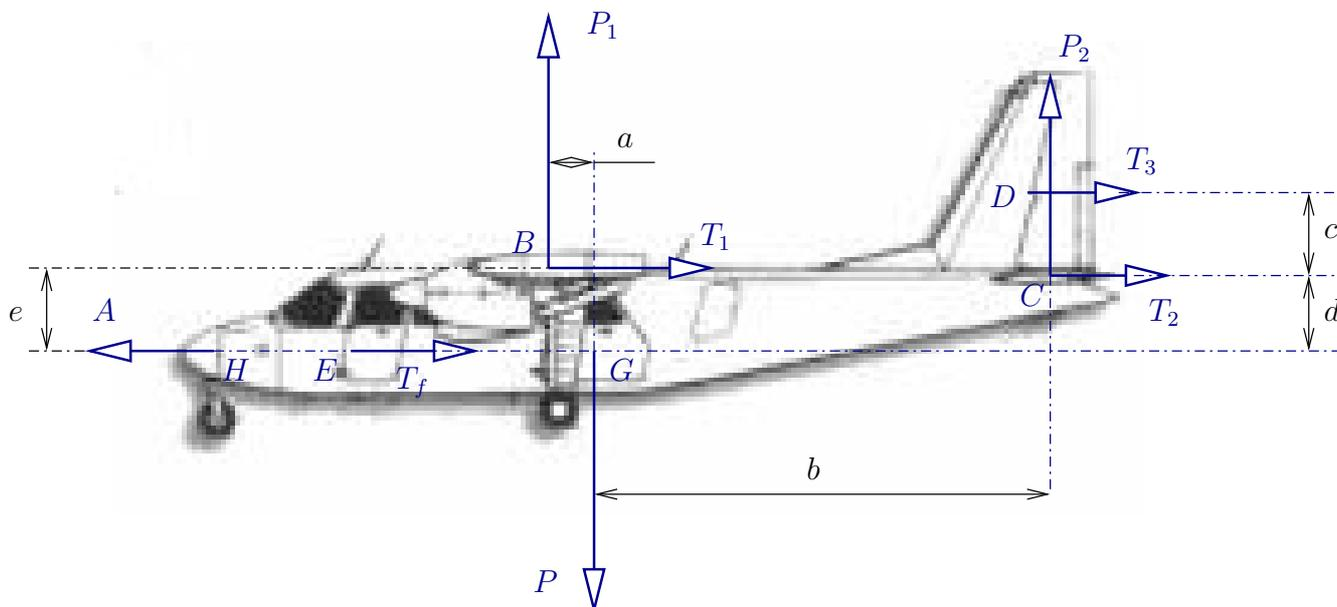

FIGURE 3 – Equilibre de l'avion
4) On considère un vol horizontal à l'altitude de $h = 3$ km, à vitesse constante non précisée où l'on donne les efforts subit par l'avion (cf FIG. 3) :
On donne les cotes sur la FIG. 3.